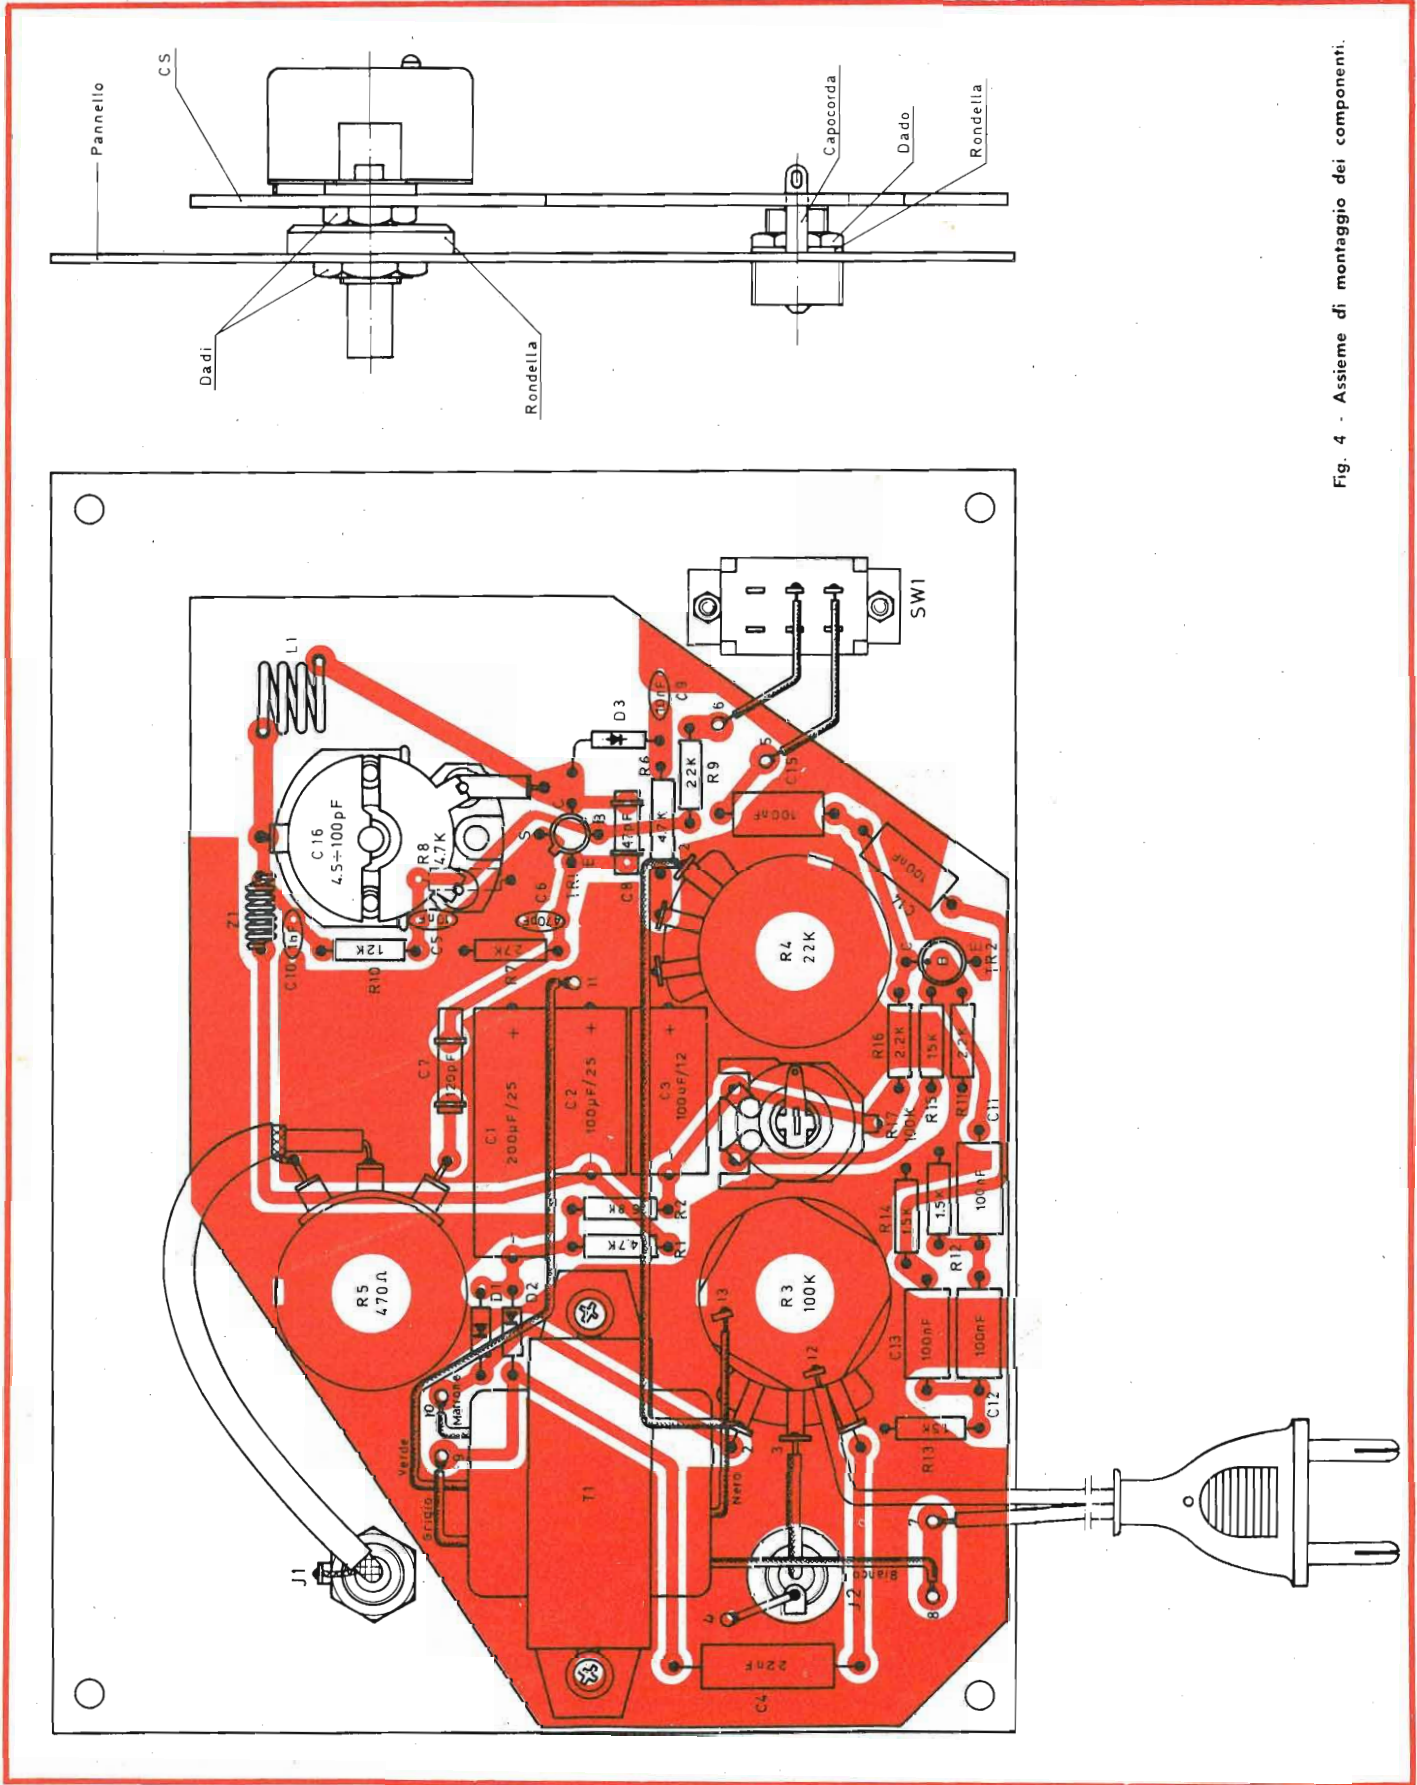

Fig. 4 - Assieme di montaggio dei componenti.
● Montare il trasformatore d'alimentazione orientandolo secondo il disegno (fig. 4) e fissandolo con due viti del  $\varnothing$  di 3 x 6 mm, rondelle e dadi.
### 2ª FASE - Cablaggio - Fig. 4
**Montaggio delle parti staccate - fig. 4.**
- 1) Portare il condensatore variabile C16 con le lamine del rotore tutto aperto — capacità minima — fig 4 facendo coincidere l'indice di sintonia sulla frequenza di 50 MHz indicato sulla scala